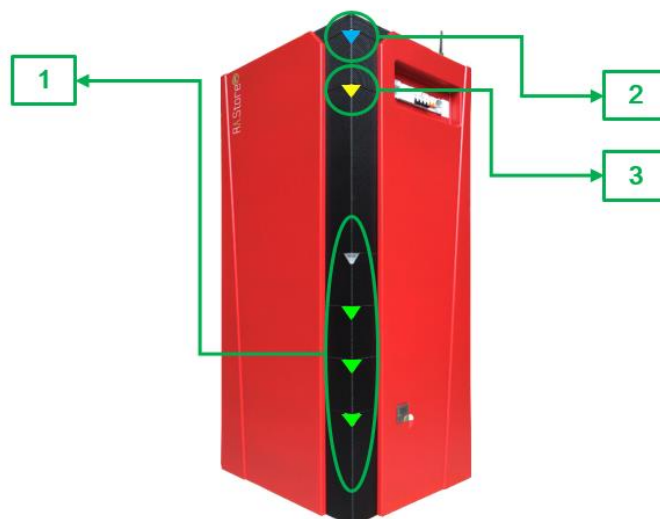

Figura 46 - Led di stato del sistema
- N. 4 (rif.1 di Figura 46) indicano la quantità di energia immagazzinata in batteria:
- N.2 (rif. 2 in Figura 46) indicano gli stati di funzionamento: